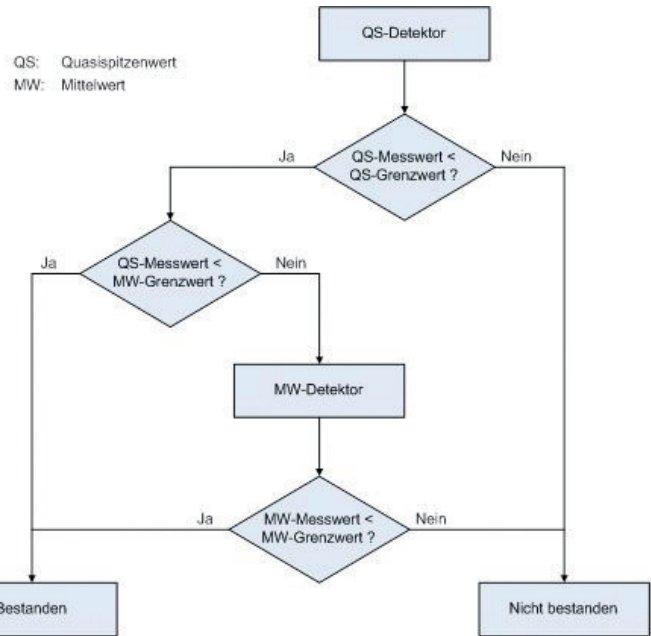
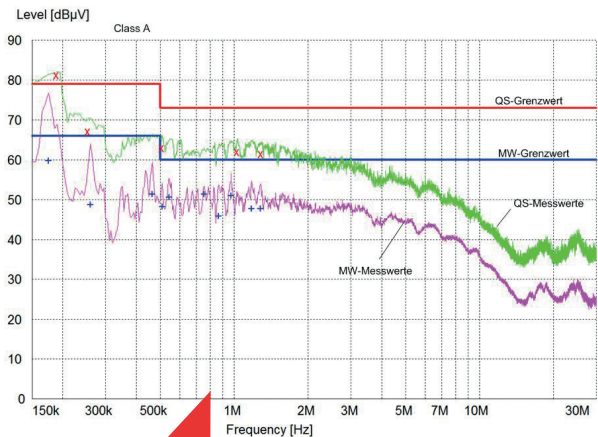
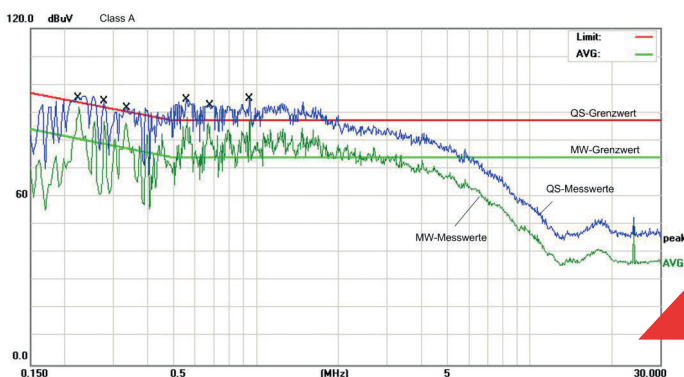

Abb. 7: Entscheidungsbaum für die Messungen
Abb. 9: Leitungsgebundene Störstrahlungsmessung der Stromnetz-Versorgungsleitung
Abb. 10: Leitungsgebundene Störstrahlung auf der Ethernet-Leitung
Die Störstrahlung auf der Ethernet-Leitung wird über den Spektrumanalysator der ISN aufgenommen. Die aufgenommenen Messwerte werden über einen Entscheidungsbaum bewertet. Diese Aussage gibt an, ob ein Prüfling bestanden hat oder auch nicht. Der Entscheidungsbaum hat folgendes Aussehen (Abb. 7).
Die Störstrahlungsmessung auf der Stromnetz-Versorgungleitung des Prüflings mit Schaltnetzteil 1 ergab folgendes Bild (Abb. 9). Zuerst werden die QS-Messwerte via Entscheidungsbaum in Abbildung 7 betrachtet. Existiert ein QS-Messwert, der oberhalb des QS-Grenzwertes liegt, hat der Prüfling nicht bestanden. Im obenliegenden Fall ist der QS-Messwert bei ca. 180KHz über Grenzwert und der Prüfling ist damit durchgefallen.
Die Störstrahlungsmessung auf der Ethernet-Leitung, die sich aus der Störstrahlung des externen Schaltwandlers 1 und der Störstrahlung des Tablet-PCs zusammensetzt, ist in Abbildung 10 zu sehen. Wie zu sehen ist, sind viele QS-Messwerte über der QS-Grenzwertlinie und endet laut Entscheidungsbaum (Abb. 7) in „nicht bestanden“.
Alle QS- und MW-Messwerte sind unterhalb des kritischen MW-Grenzwertes. Der Test ist damit laut Entscheidungsbaum (Abbildung 7) bestanden.
Auch hier sind alle QS- und MW-Messwerte unterhalb des kritischen MW-Grenzwertes. Auch dieser Test ist nach Entscheidungsbaum (Abbildung 7) bestanden.
- [1] European Standards EN 55022:2007-04 (Abb. 6, Abb. 7, Tabelle 4, Tabelle 5)